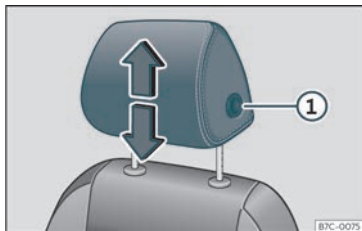
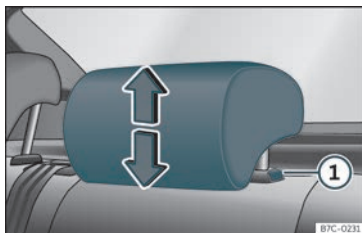

Fig. 99 Seient davant: regulació del reposacaps.
Fig. 100 Reposacaps del darrere: regulació del reposacaps.
- Agafeu el reposacaps amb les dues mans pels costats i empenyeu cap amunt fins a encaixar-lo amb la posició desitjada. Per abaixar-lo, feu la mateixa acció, tot prement el botó lateral ① >>> fig. 99 >>> fig. 100.
- Premeu el botó lateral >>> fig. 99 ① i traieu el reposacaps.